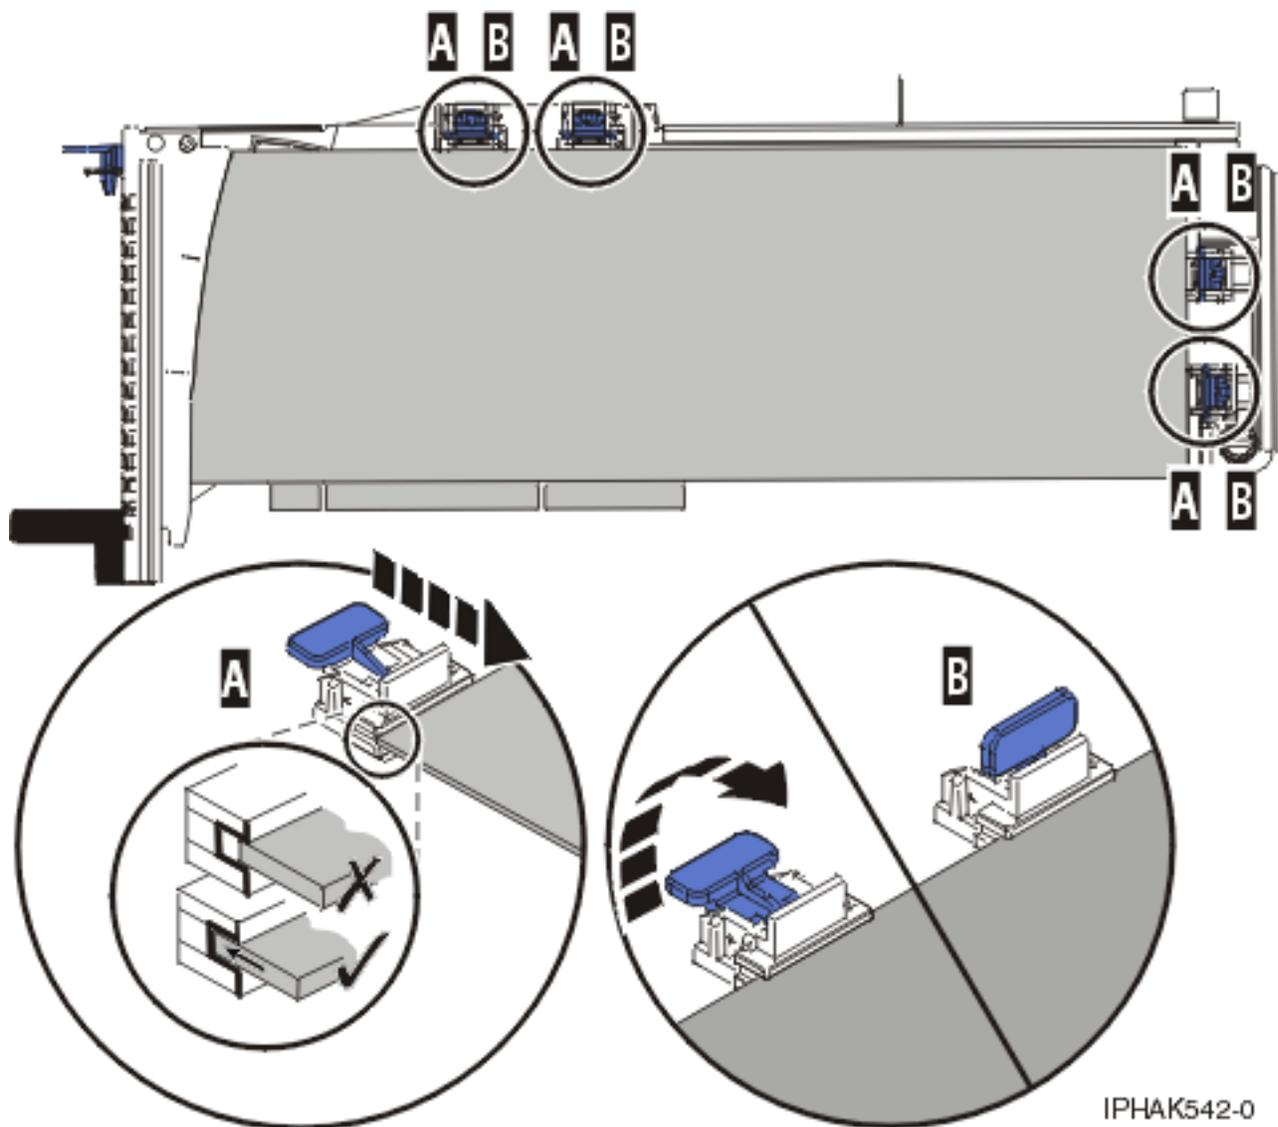

Figure 103. Carte longue dans la cassette de cartes PCI avec supports et stabilisateur en place
3) Placez et verrouillez les crochets de retenue (B). Pour plus d'informations, voir figure 103.
4) Vérifiez que le bord de la carte est emboîté dans chaque rainure de retenue (A). Si la forme de l'adaptateur ou la présence d'un connecteur empêche le bord de l'adaptateur de reposer dans la rainure de retenue, vérifiez que le crochet de retenue est toujours maintenu fermement contre le bord ou le connecteur.